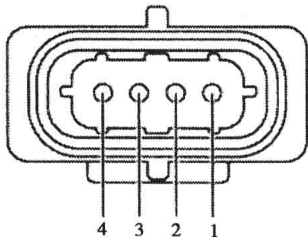

图 1-1-15 加热型氧传感器 1（HO2S1）
6. 加热型氧传感器 1（HO2S1）连接器端子图（图 1-1-15）及端子功能表（表 1-1-6）
7. 加热型氧传感器 2（HO2S2）连接器端子图（参见图 1-1-15）及端子功能表（表 1-1-7）